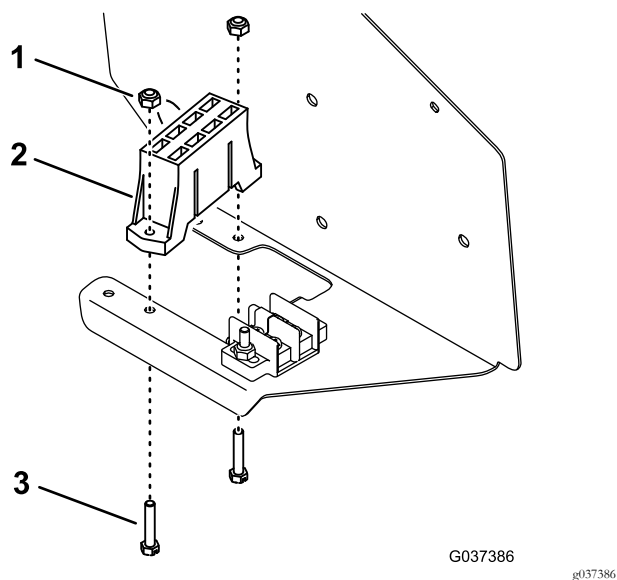

Figura 9
- Monte el bloque de fusibles en la parte inferior del conjunto del panel de control (junto al bloque de fusibles existente) con 2 tornillos y 2 contratuercas (Figura 9).
Nota: Coloque los tornillos desde la parte inferior del panel, según se muestra en Figura 9.